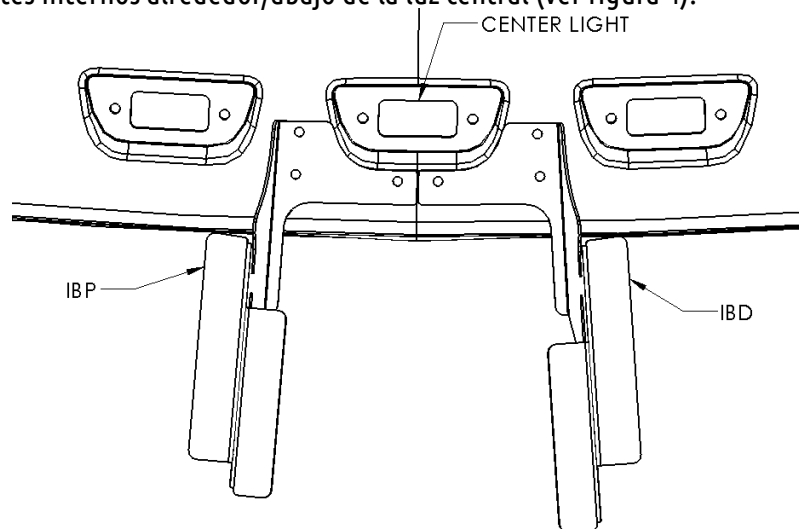

Figura 4 - Soportes internos – alrededor luz central
- c. Coloque el sub-ensamble de visera del piloto al sub-ensamble de visera del pasajero usando (2) tornillos hexagonales de ¼-20x3/4 con (4) arandelas planas y (2) tuercas.
- a. Alinee los soportes internos alrededor/abajo de la luz central (ver figura 4).